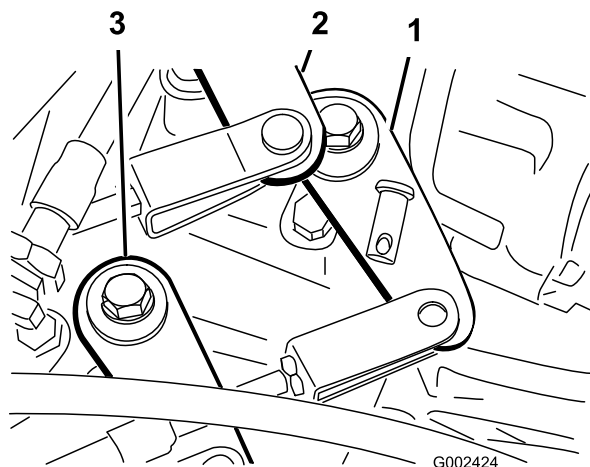

Рисунок 51
2. Снимите штифты с головкой и отверстием под шплинт, которые крепят тросы переключения передач к рычагам переключения коробки передач (Рисунок 51).
1. Снимите штифт с головкой и отверстием под шплинт, который крепит трос высокого-низкого диапазона к коробке передач (Рисунок 51).